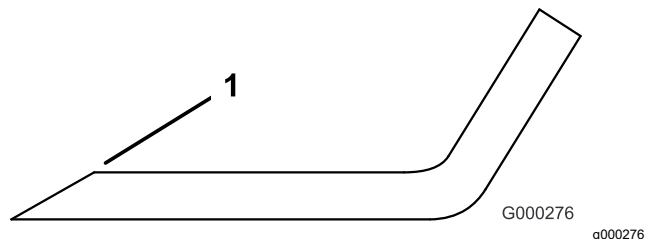

Рисунок 145
4. Заточите режущие кромки, если они затупились или имеют (Рисунок 145).